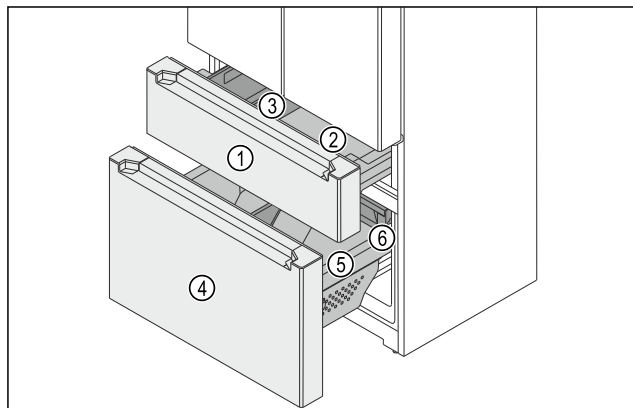

Fig. 150 Chariots à glissière du congélateur
- (1) Chariot à glissière supérieur
- (2) Bac
- (3) FlexBox
- (4) Chariot à glissière inférieur
- (5) Bac
- (6) Tiroir
Le congélateur se compose de deux chariots à glissière. Le chariot à glissière supérieur Fig. 150 (1) comprend un bac Fig. 150 (2) et une FlexBox Fig. 150 (3). Le chariot à glissière inférieur Fig. 150 (4) comprend un bac Fig. 150 (5) et un tiroir Fig. 150 (6). Vous pouvez retirer la FlexBox et le bac dans le chariot à glissière supérieure pour le nettoyage.